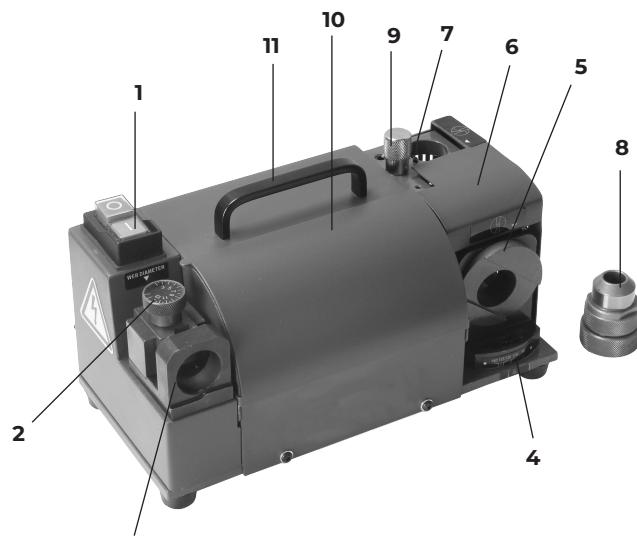

Fig 1
- Stellen Sie den Wahlschalter (A) mithilfe der Anzeige auf den Durchmesser des Bohrers ein (für einen 8,2 mm Bohrer setzen Sie die Markierung zwischen 8 und 8,5 mm).
- Führen Sie das Bohrfutter mit dem Bohrer in die Aufnahme für die Längeneinstellung des zu schärfenden Bohrers (3 Abb. 1) ein und prüfen Sie, ob es festsitzt.
- Setzen Sie den Bohrer (B) an den Anschlag.
- Dreht den Bohrer (B) nach rechts.
- Spannen Sie den Bohrfutterhalter (C).
- Wenn die Spitzenhöhe weniger als 10 mm beträgt, fügen Sie 1 bis 2 Teilstriche auf dem Wahlschalter hinzu (2 Abb. 1).
- Wenn die Schnitthöhe des Bohrers von der eines normalen Bohrers abweicht, überprüfen Sie die Parallelität und wählen Sie dann den Durchmesser am Wahlschalter (2 Abb. 1).
1. Stellen Sie den Indikator für die Einstellung des Spitzenwinkels (A) entsprechend dem Bohrer ein (95° bis 135°).
2. Schalten Sie die Maschine ein, indem Sie «1» auf dem Schalter drücken (l Abb. 1).
3. Führen Sie den Bohrerhalter (B) in das Loch zum Schärfen der Schneidkante des Bohrs (5 Abb.1) ein, indem Sie die Abflachungen des Bohrerhalters und des Lochs zur Deckung bringen.
4. Schleifen Sie, indem Sie das Bohrfutter (B) von rechts nach links drehen, bis das Schleifgeräusch verschwindet (vergewissern Sie sich, dass das Bohrfutter anschlägt).
5. Entfernen Sie die Bohrspindel (B) und drehen Sie die gesamte Einheit um 180°, um den Vorgang zu wiederholen.